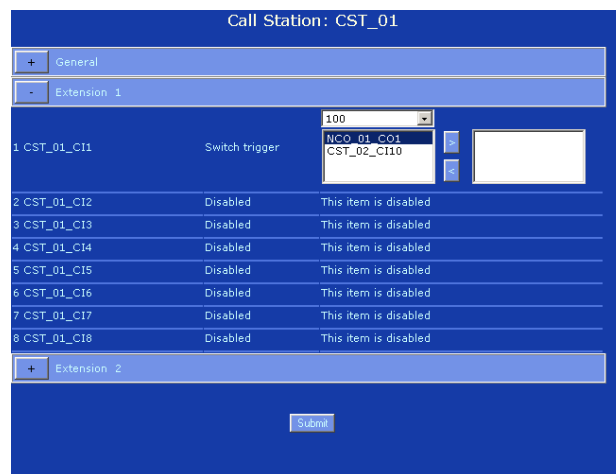

figura 36.41: Switch trigger, passaggio 4
- 4 Selezionare la priorità che deve essere assegnata all'azione. Per avere un esempio, vedere figura 36.41.